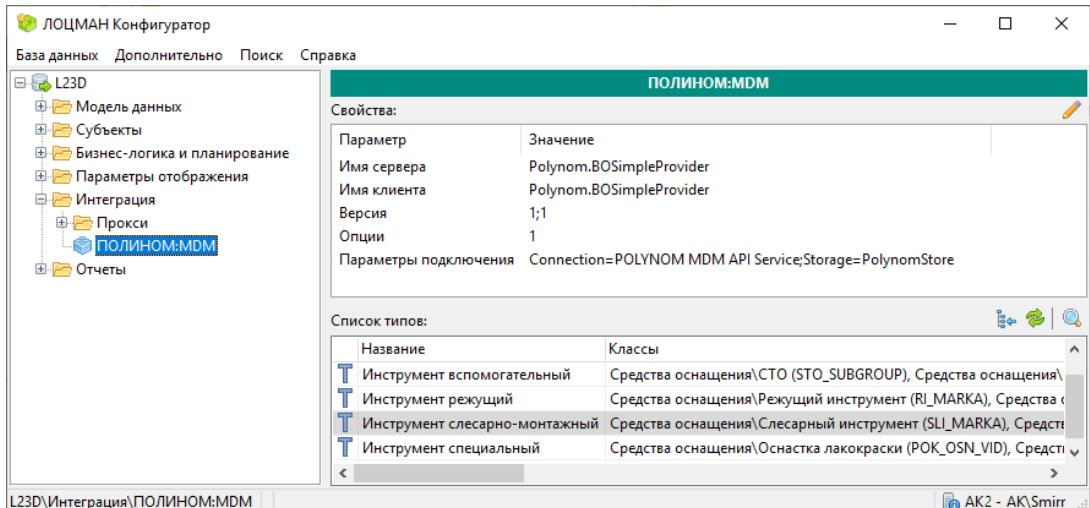

Рис. 3.32
- в дереве метаданных раскрыть узел **Интеграция – ПОЛИНОМ:MDM** (рис. 3.32);